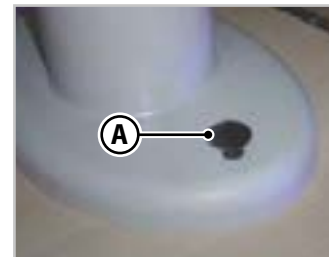

Fig.6.21 - Teleskopisk ben
1. Trykk på knappen (**A** - Fig.6.21) på undersiden av bordet med foten.